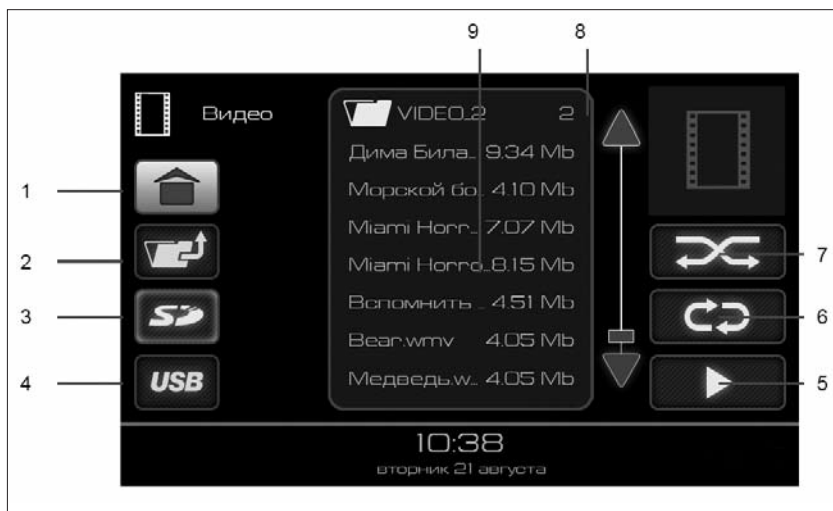
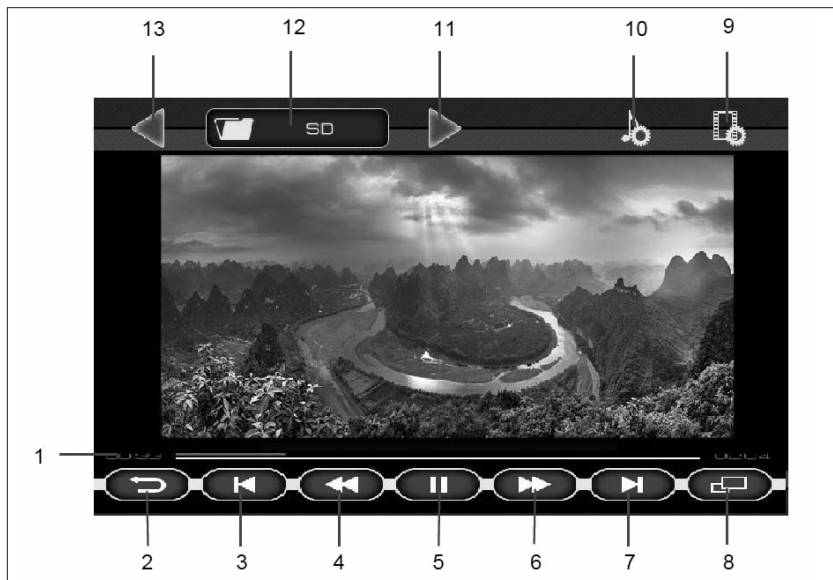

Рис. 6. Окно режима «ВИДЕО»
Рис. 7. Окно проигрывания видеофайлов
Доступные для воспроизведения видеофайлы и папки отображаются в списке (9), рис. 7. Двойное нажатие на изображение папки  отобразит список видеофайлов в этой папке. Для выхода из папки нужно нажать кнопку 2 (рис. 6).
режима повторного воспроизведения выбранного файла (кнопка 6, рис. 6);
- либо нажатие на кнопку воспроизведения файлов (кнопка 6, рис. 6) позволяет воспроизвести все видеофайлы, находящиеся в списке (9) на рис. 6;
– либо выбор папки одиночным нажатием на изображение папки  в списке (9) рис. 6, а затем нажатие кнопки воспроизведения файлов (кнопка 5, рис. 6) позволяет воспроизвести все видеофайлы, находящиеся в выбранной папке и ее подпапках.
Для включения полноэкранного режима воспроизведения нажать кнопку **8** (рис. 7) или на изображение.
Если при воспроизведении видеофайла нажать на кнопку **|| (5)** (рис. 7), а затем нажать на кнопку возврата (кнопка **2**, рис. 7), то произойдет переход в главное меню и в кнопке **«Видео»** (рис. 2) появится индикатор паузы. Этот режим позволяет вернуться к воспроизведению видеофайла с того места, где была поставлена пауза.